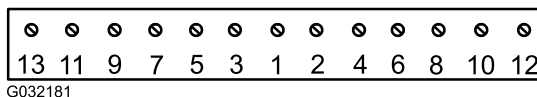

Figure 63
6. En suivant l'ordre indiqué à la Figure 63, serrez les vis à 25,4 N·m.